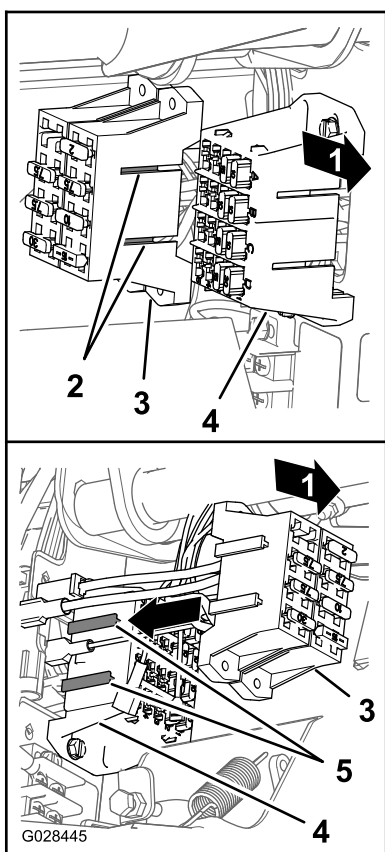

Figure 26
4. Alignez les éléments en T du porte-fusibles du pulvérisateur sur les fentes en T du porte-fusibles de la machine, et glissez le porte-fusibles du pulvérisateur dans les fentes jusqu'à ce qu'il soit parfaitement enclenché (Figure 26).